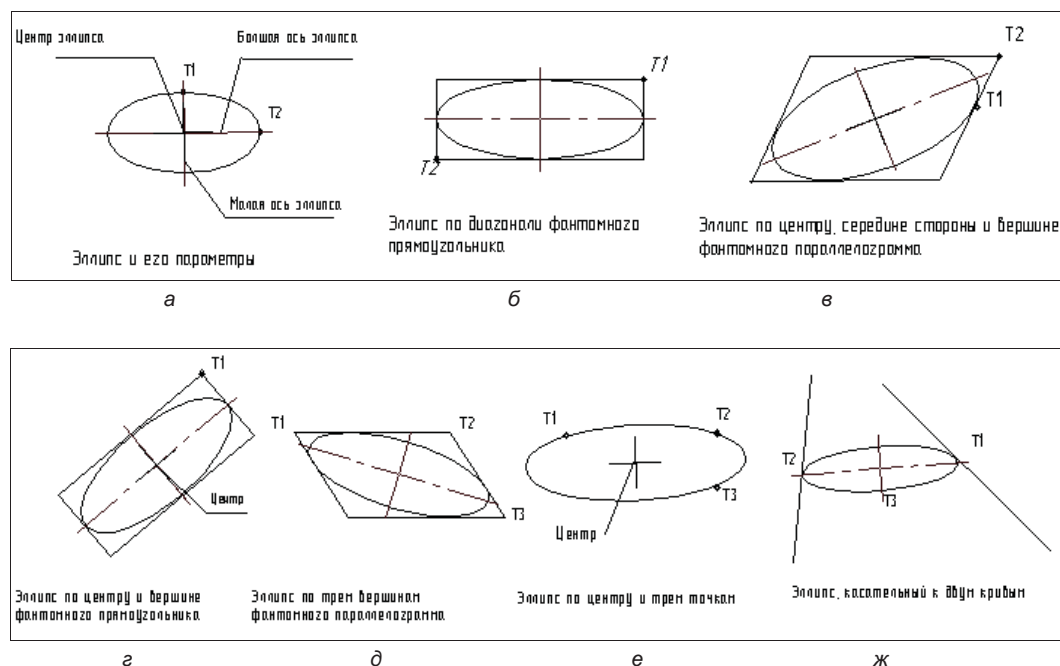

Рис. 6.12. Параметры эллипса и способы построения
Прежде чем приступить к построению эллипса, необходимо уяснить основные параметры эллипса (координаты центра, направление и размер большой и малой осей), а также вспомнить способы построения эллипсов (рис. 6.12).
- ◆ задайте конечную точку диагонали **т2**. Эллипс построен. Длины полуосей система рассчитала автоматически. Построение эллипса данным способом показано на рис. 6.12, б.
- ◆ задайте точку **т2** вершины параллелограмма. Длины полуосей система рассчитала автоматически. Построение данным способом показано на рис. 6.12, в.
- ◆ задайте положение вершин **t1**, **t2**, **t3** параллелограмма, описанного вокруг создаваемого эллипса. Построения показаны на рис. 6.12, а, б.
Построения показаны на рис. 6.12, в, ж.